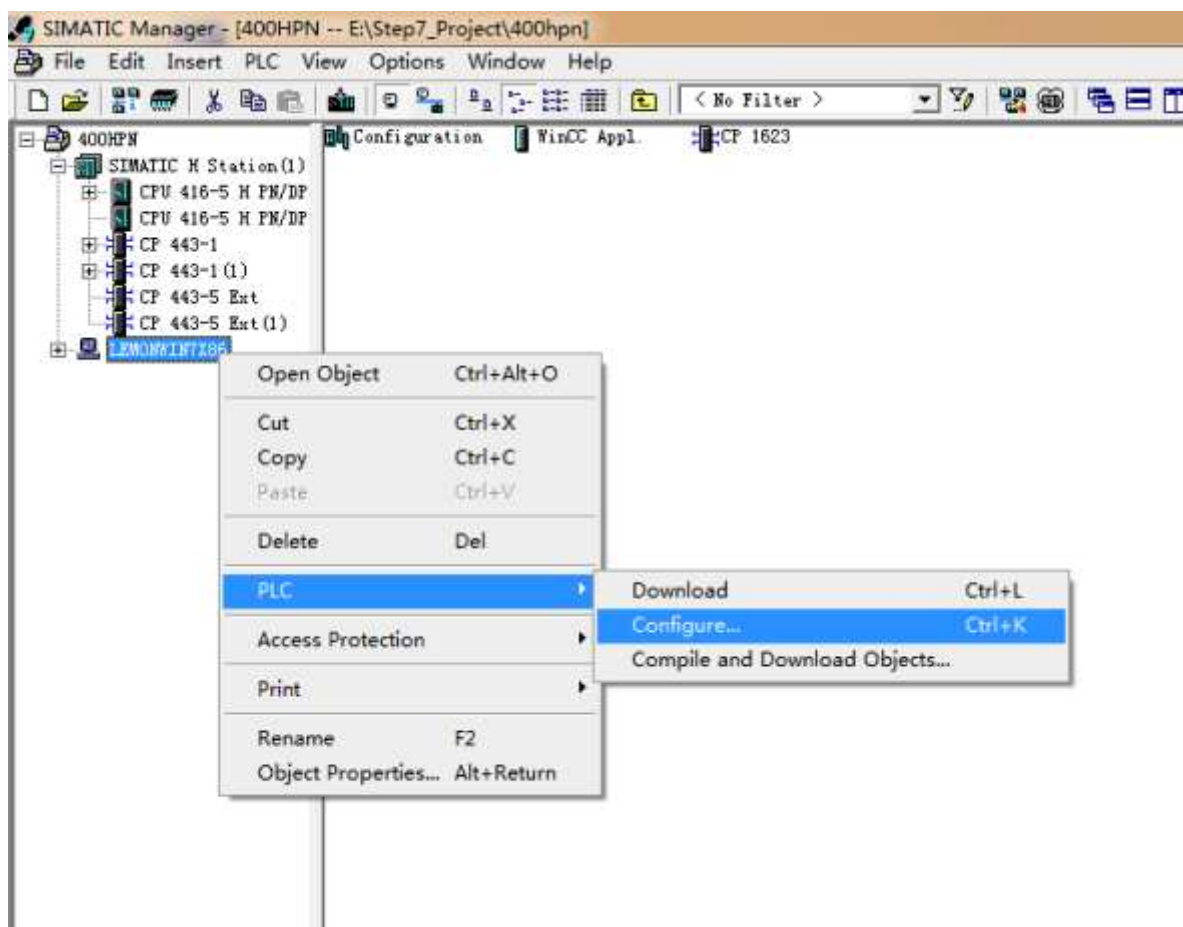

图15
(G) 在WinCC OS站的右键菜单中选择PLC-Configure，远程配置OS站的SCE(Station Configuration Editor)，如图15所示。